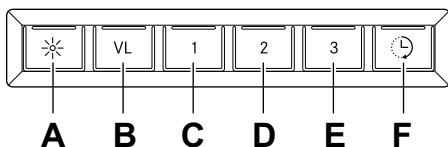

Fig. 1
1. Åbn programmering: Hold knap A og B nede i 3 sekunder, så de begge blinker 3 gange, se Fig. 1. Programmeringstilstanden er nu aktiv i 30 sekunder.
3. Gem programmeringen: Hold knap A og B nede i 3 sekunder, se Fig. 1. Knap A og B blinker 2 gange for at bekræfte, at programmeringen er gemt.